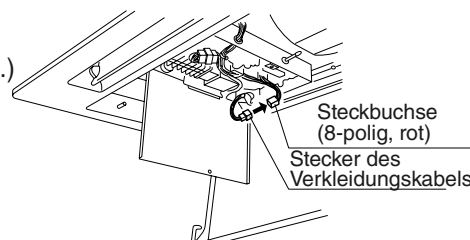

Abb. 9-17
- [4] Nach der Montage der Deckenverkleidung die 8-polige rote Steckbuchse im Gehäuse der elektrischen Komponenten der Inneneinheit mit dem Stecker des Deckenverkleidungskabels verbinden. (Abb. 9-17) (Wenn diese Steckverbindung nicht hergestellt wird, erscheint die Fehlermeldung "P09" an der Fernbedienung, und die Einheit arbeitet nicht.)